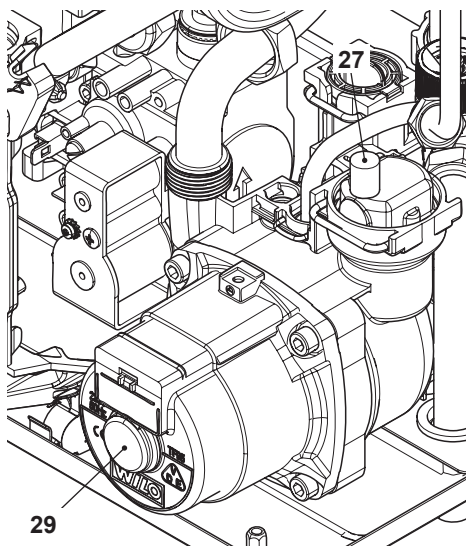

Figura 6.3
- Alzare il tappo della valvola di sfiato automatica 27 in Figura 6.3.
- Togliere il tappo 29 in Figura 6.3 e sbloccare la pompa ruotando il rotore con un cacciavite.